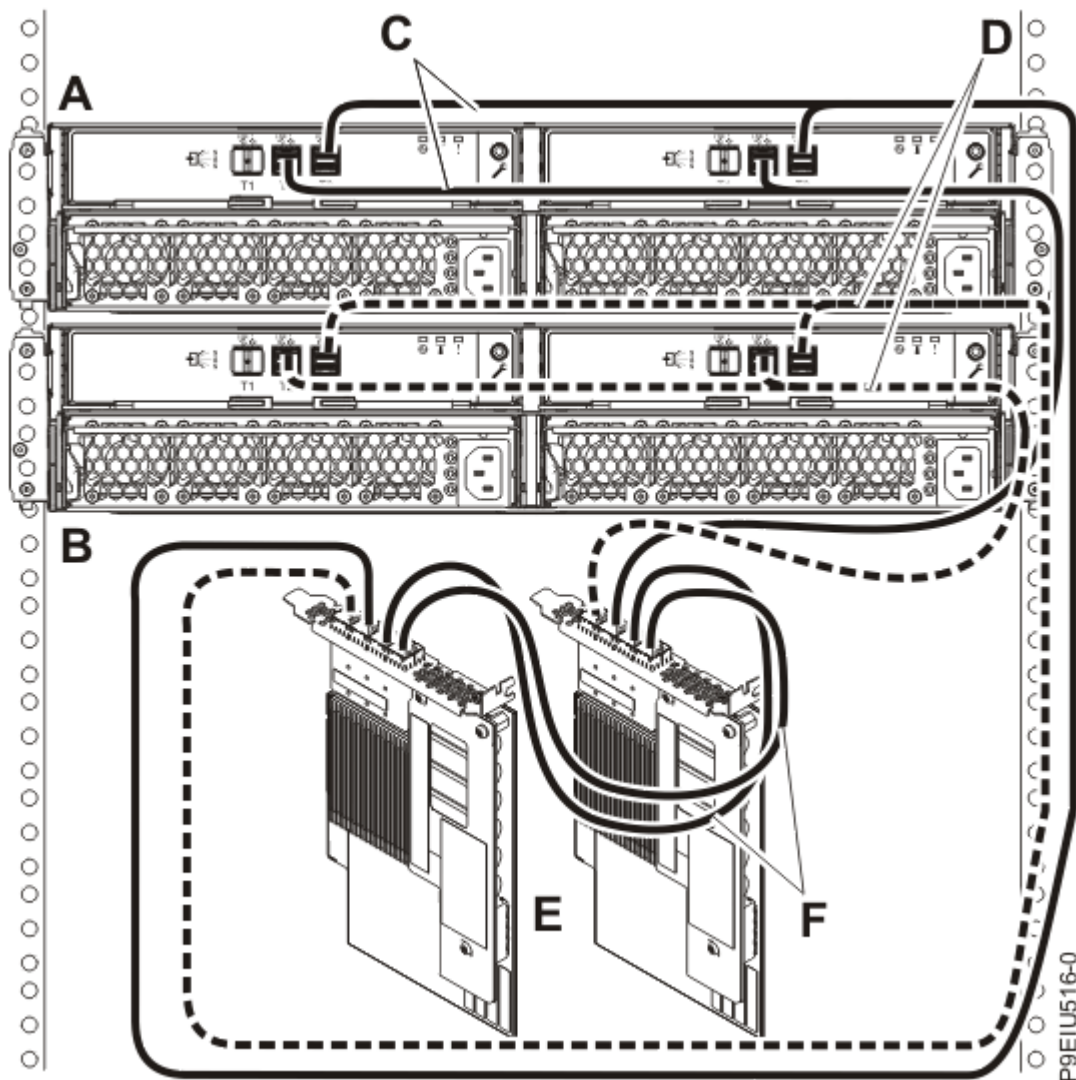

Abbildung 16. Modus 1-Verbindung von zwei ESLL- oder ESLS-Speichereinheiten mit Y012-Kabeln an ein SAS-Adapterpaar (FC EJ0L oder FC EJ14) mit AA-Kabeln
16. Schließen Sie dann zwei Gehäuse im Modus 1 (**A und B**) mit YO12-Kabeln (**C und D**) an ein SAS-Adapterpaar (**E**) (FC EJ0L oder FC EJ14) mit AA-Kabeln (**F**) an, wie in Abbildung 16 auf Seite 22 dargestellt, und fahren Sie anschließend mit „Kabel und Netzkabel anschließen und Abdeckungen installieren“ auf Seite 30 fort.